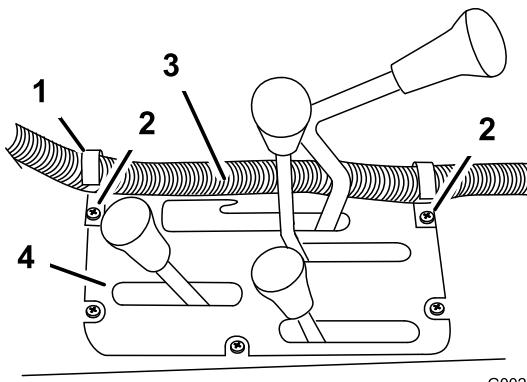
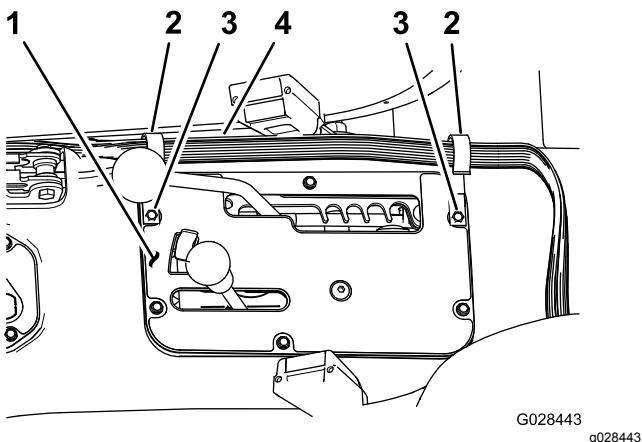

Figura 19
Figura 20
1. Installate 2 fermagli a J sulla consolle centrale nei punti indicati in Figura 19 o Figura 20 usando le viti esistenti.